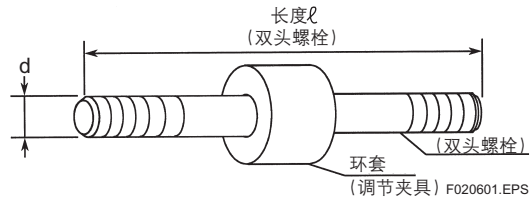

图2.9
2. 如果邻近法兰有8只螺栓孔，则要把双头螺栓插入流量计肩部上的孔中。（见图2.9）